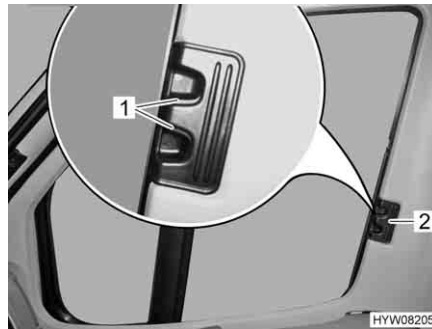

Fig. 76 Tendina oscurante pieghevole per il finestrino del conducente/passeggero
- Premere le maniglie di sbloccaggio (Fig. 76,1) e mantenerle premute.
- Con la levetta (Fig. 76,2) tirare le tendine oscuranti pieghevoli per il finestrino del guidatore e del passeggero verso l'altro lato della finestra e congiungerle alle strisce magnetiche.
- Inserire fino all'arresto le tendine oscuranti pieghevoli per il finestrino del guidatore e del passeggero per la maniglia (Fig. 76,2).
- Rilasciare le maniglie di sbloccaggio (Fig. 76,1) e mantenerle innestate.